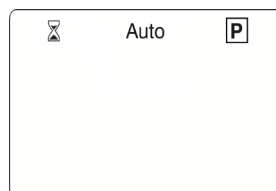

Fig. 19
- 1) premere il tasto (▶) finché viene contornato il simbolo **P** di programma, come in Fig. 19;
- 1) premere il tasto (▶) finché viene contornato il simbolo  di programma come in Fig. 19;